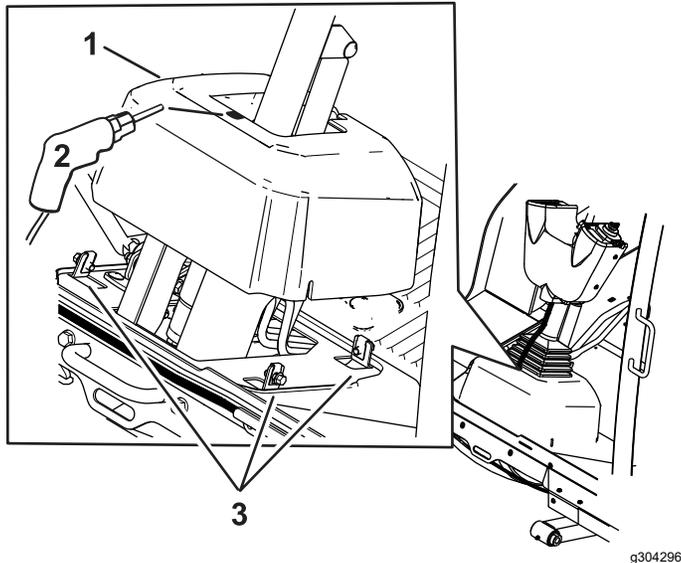

Figure 8
8. Desserrez les boulons autour de la base de la colonne de direction (Figure 8).
9. Élevez la base et percez un trou de 22 mm (7/8 po) comme montré à la Figure 8.